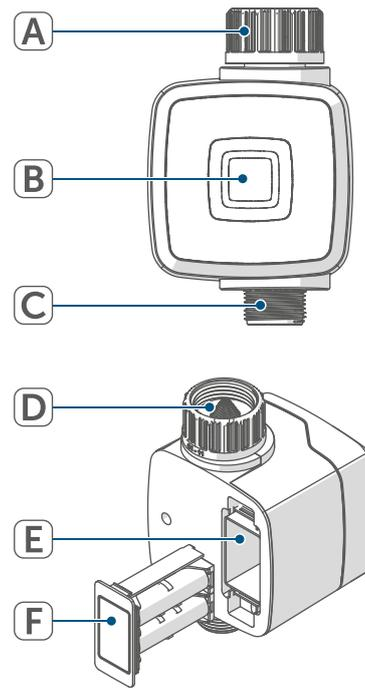

Abbildung 2
- Halten Sie die Systemtaste für 4 s gedrückt (*Abb. 2*) und legen Sie gleichzeitig die Batterie ein. Achten Sie dabei auf die korrekte Polaritätsmarkierung.